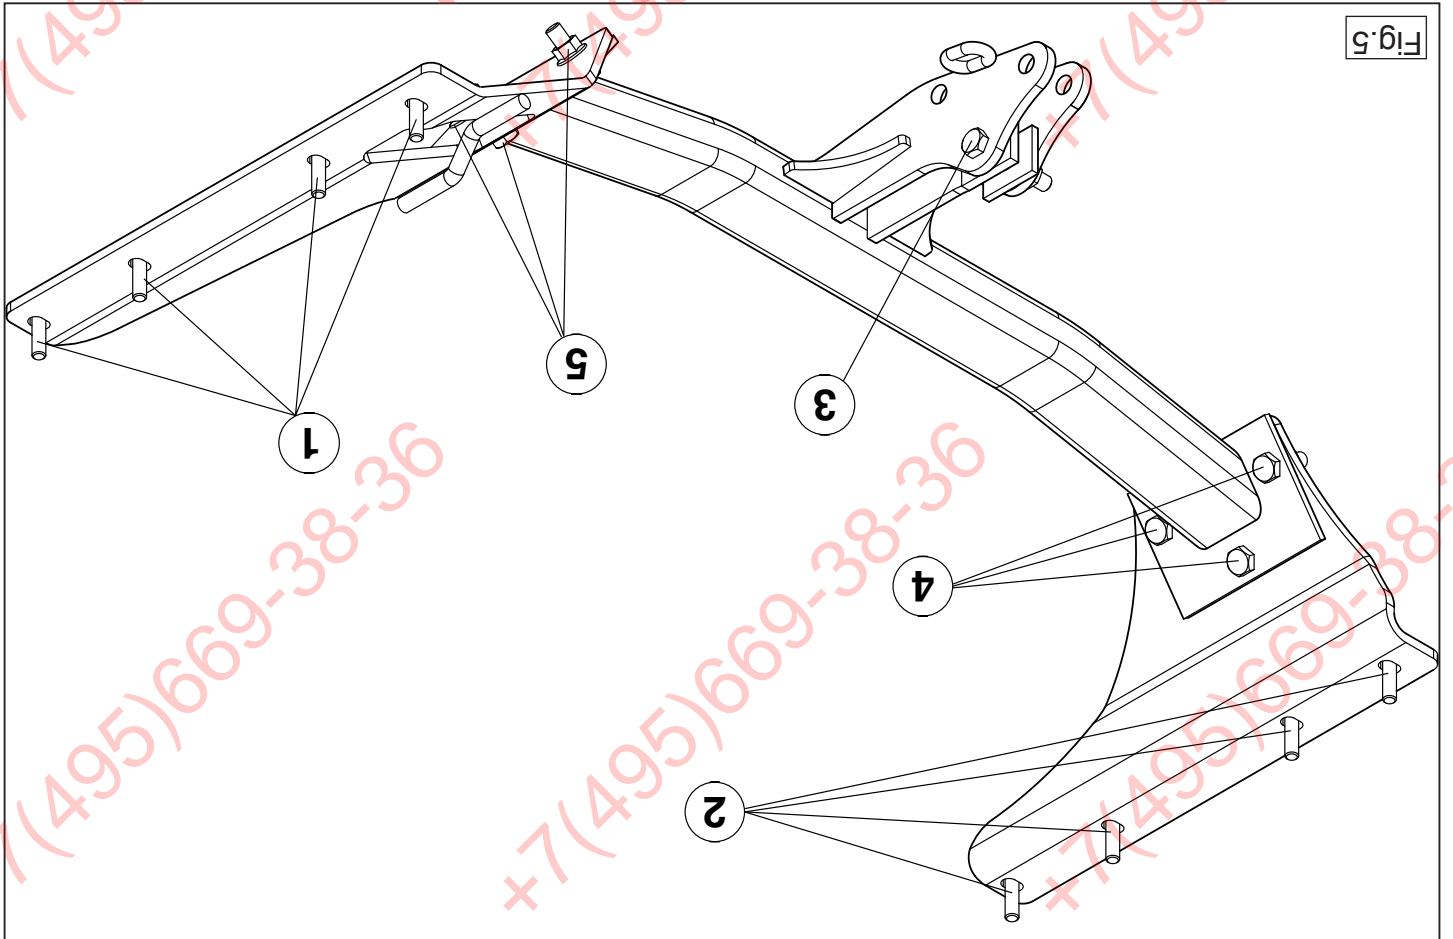

Fig.5
9. Serrer tous les boulons et écrous conformément au schéma. Voir la figure 5.
9. Alle Schrauben und Muttern gemäß den Angaben in der Abbildung festdrehen. Siehe Abbildung 5.